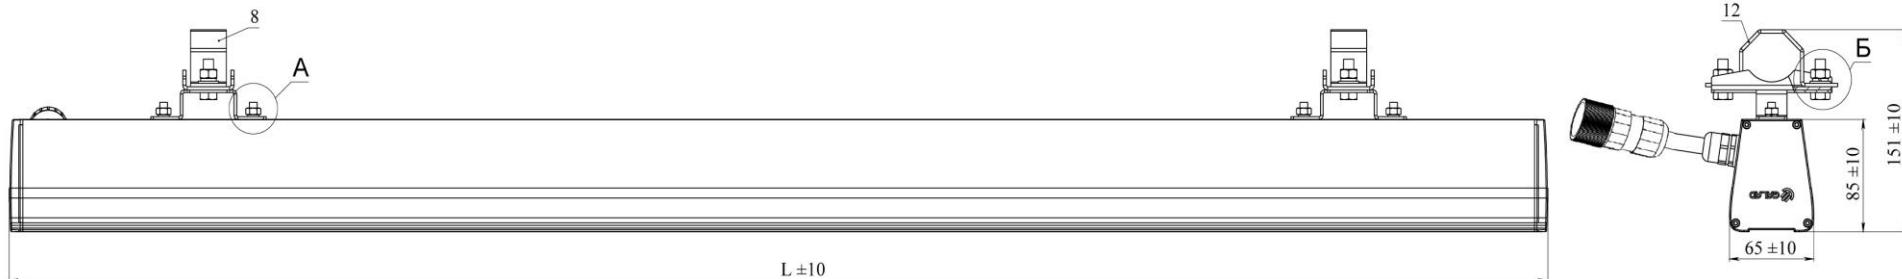

Рисунок 3
5.4.1. Светильники с кронштейнами под установку на трубу монтируются следующим образом. Открутить четыре гайки M6 (поз.6) (Вид «А» Рисунок 3), снять гроверные шайбы (поз.7), установленные на шпильках планок, расположенных в нижнем пазе светильника. Установить два кронштейна КНТ (поз.8) (Рисунок 4) совместив шпильки планок, установленных в нижний паз светильника с отверстиями на кронштейне. Установить гроверные шайбы (поз.7) и закрутить гайки M6 (поз.6) с усилием 9,4 – 13,4 Н.м.
Для удобства монтажа светильника имеется возможность регулировки кронштейнов КНТ (поз.8) (Рисунок 3) вдоль оси светильника, для этого необходимо ослабить четыре гайки M6 (поз.6) (Вид «А» Рисунок 3), установить кронштейны КНТ в необходимом положении, затем затянуть ранее ослабленные четыре гайки M6 с усилием 9,4 – 13,4 Н.м.
5.4.2. Открутить две гайки M8 (поз.9) снять гроверные и плоские шайбы (поз.10, 11) (Вид «Б» Рисунок 3), снять зажимную скобу (поз.12) установить светильник на трубу. Фиксация светильника осуществляется поджимом скобы (поз.12) двумя гайками M8 (поз.9) (Рисунок 3).